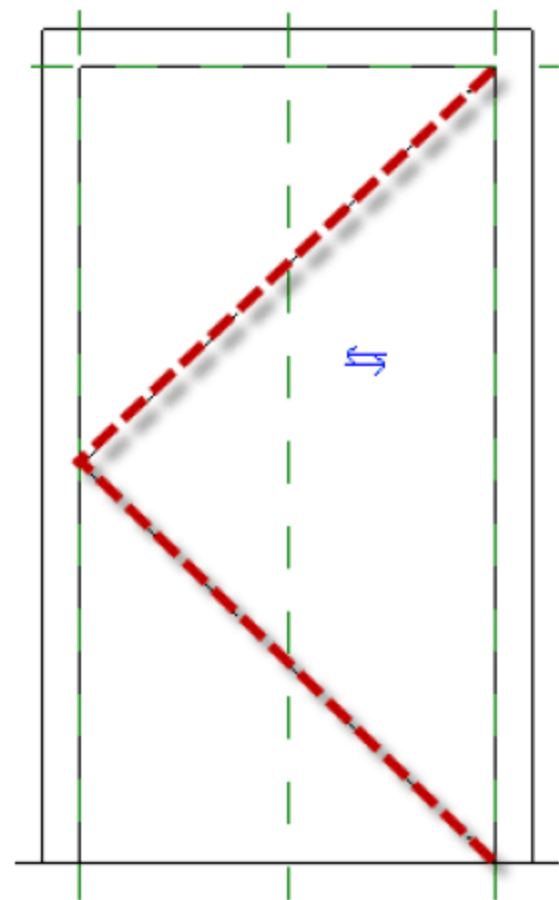
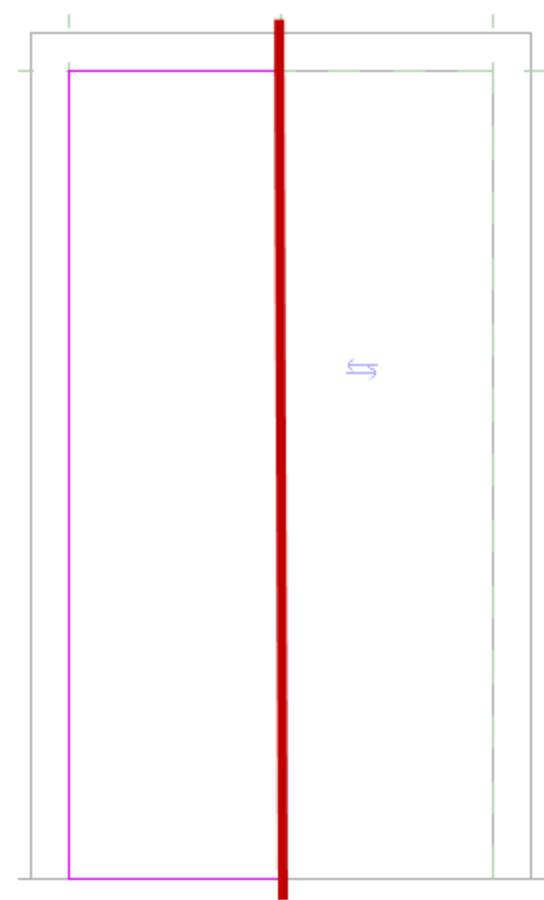

图 8.4.29 门打开方向线
图 8.4.30 创建电梯门
(6) 创建电梯门。切换至“外部”立面视图，首先删除门打开方向线，如图 8.4.29 所示。然后选择“创建”→“拉伸”→“矩形”命令，画出矩形框，接着单击选中矩形框的右侧线，按快捷键 M+V，把右侧线向左平移 2mm，选中整个矩形，按两下快捷键 M，以①线为中轴线画出另一侧的电梯门，如图 8.4.30 所示。